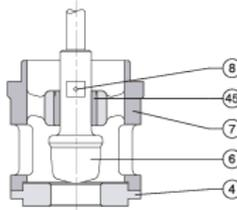

Fig. 7 - Internos dos tipos 85-02, 85-08, 85-12, 85-62
2. Remova as porcas da haste (23), porcas do flange prensa gaxeta (29), flange prensa gaxeta (21) e prensa gaxeta (27).
3. Remova as porcas (46) e retire o castelo (14). Tome cuidado para não causar danos às gaxetas (17), quando por elas passar a rosca da haste (22).
4. Puxe para fora do corpo (1) o obturador (6) com a haste (22), retentor da sede (7), (fig. 7), junta do corpo (11), junta espiralada (10) e junta do retentor da sede (9).
- Não retire a bucha guia (45), do retentor da sede (7), (fig. 7) se não houver necessidade de substituí-la. A bucha guia é prensada no retentor da sede.
- Retire as porcas (36) e prisioneiros (38). Retire o castelo (14). Tome cuidado para não causar danos às gaxetas (17), quando por elas passar a rosca da haste (22).
- Desrosqueie a haste (22) do conjunto de selagem (35).
- Retire a porcas (46) do alojamento (34) e remova o conjunto composto pelo alojamento do subconjunto de selagem (34) com o conjunto do fole (35) e obturador (6). Em alguns tipos de construção de internos este conjunto inclui o retentor da sede (7), (fig. 7).
- Se o retentor da sede (7), (fig. 7) permaneceu no corpo da válvula, puxe-o juntamente com a junta do corpo (11), junta espiralada (10) e junta do retentor da sede (9).
- Se necessário separar o conjunto do fole (35) do obturador (6), remova o pino (8) e desrosqueie o obturador (6).
- Caso o retentor da sede tenha saído com o conjunto do fole remova o pino (8) e desrosqueie o obturador (6) liberando o retentor da sede (7), (fig. 7), junta do corpo (11), junta espiralada (10) e junta do retentor da sede (9).
- No caso de troca do obturador (6) um novo conjunto de selagem (35) deve ser instalado.
4. No caso de troca da bucha guia (45), preense-a no retentor da sede (7), (fig. 7).
5. No caso de substituição da haste, rosqueie a nova haste (16) no obturador (6) até o final da rosca, de maneira que fique bem apertada. Faça um furo passante para o pino (8) através do obturador (6) e da haste (22) usando o furo existente no obturador (6) como guia. Instale um novo pino (8) e trave-o.
6. Em algumas configurações, o obturador (6) não passa pelo retentor da sede (45), (fig. 7). Nesse caso passe o retentor da sede (7), pela haste (22).
7. Monte o retentor da sede (7), ou o conjunto incluindo retentor da sede (7), (fig. 7) e obturador (6) com haste (22) no corpo (1). Assegure-se que o retentor da sede monte adequadamente na sede. Qualquer posição rotacional do retentor da sede em relação ao corpo é aceitável.
- Insira o obturador (6) na bucha guia do retentor da sede (45), pelo lado inferior do retentor da sede (7), (fig. 7).
- Monte o conjunto incluindo retentor da sede (7), (fig. 7), obturador (6), conjunto de selagem (35), alojamento do fole (34), juntas e adaptador da gaiola (quando aplicável) no corpo (1). Assegure-se que o retentor da sede monte adequadamente na sede. Qualquer posição rotacional do retentor da sede em relação ao corpo é aceitável.
- Quando o obturador (6) passa pela bucha do retentor da sede (45), (fig. 7), proceda como segue:
- Monte o retentor da sede (7), (fig. 7) no corpo (1). Assegure-se que o retentor da sede monte adequadamente na sede. Qualquer posição rotacional do retentor da sede em relação ao corpo é aceitável.
- Monte o obturador (6), conjunto de selagem (35) e alojamento (34) passando o obturador (6) pela bucha guia (45), (fig. 7).
- Aperte as porcas do corpo (46) usando como referência, para roscas limpas, os torques dados na (tabela 1 - página 6). Aperte as porcas alternadamente numa sequência diametralmente cruzada.